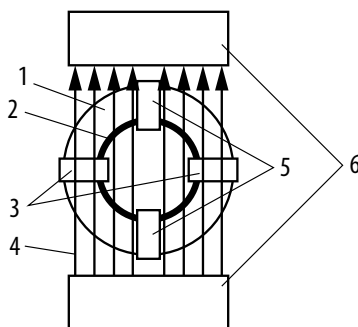

Рисунок 9 – Принцип действия э/м расходомера
Принцип действия электромагнитных расходомеров основан на законе электромагнитной индукции Фарадея, согласно которому, при движении проводника тока через линии магнитного поля (см. рисунок 9), в проводнике индуцируется ЭДС, пропорциональное скорости его движения. В качестве токопроводящей среды может выступать только жидкость, проводящая электрический ток (электролит). Жидкость протекает внутри трубы (1), непосредственно не контактируя с корпусом благодаря наличию вкладыша (2) из токонепроводящего материала. Внутри трубы присутствует электромагнитное поле (4), создаваемое электромагнитами (3). Положительно заряженные ионы (катионы) потока жидкости смещаются в сторону одного измерительного электрода (3), отрицательные (анионы) в сторону другого противоположного измерительного электрода. В зависимости от скорости протекания среды, изменяется измеряемая этими электродами величина ЭДС. По известной скорости потока, электроника расходомера вычисляет текущий расход среды и передает его посредством аналогового и дискретного (импульсного) сигналов либо посредством интерфейса RS485.